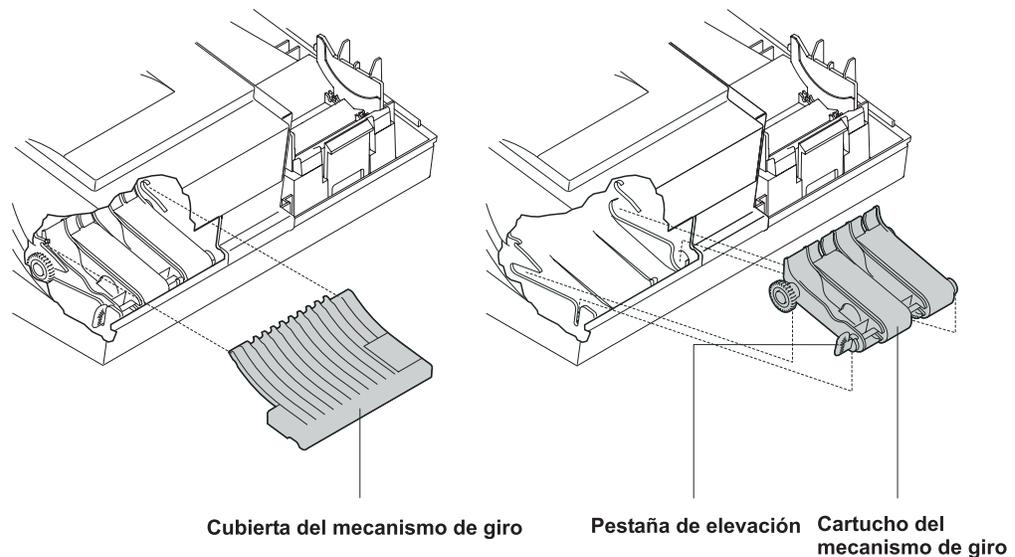

Figura 4-6. Extracción de la cubierta de la alimentación de la estación de inserción de documentos y del cartucho del mecanismo de giro
2. Extraiga la **cubierta del mecanismo de giro**. Para ello, levántela y tire de ella hacia fuera. Consulte la Figura 4-6 en la página 4-10.